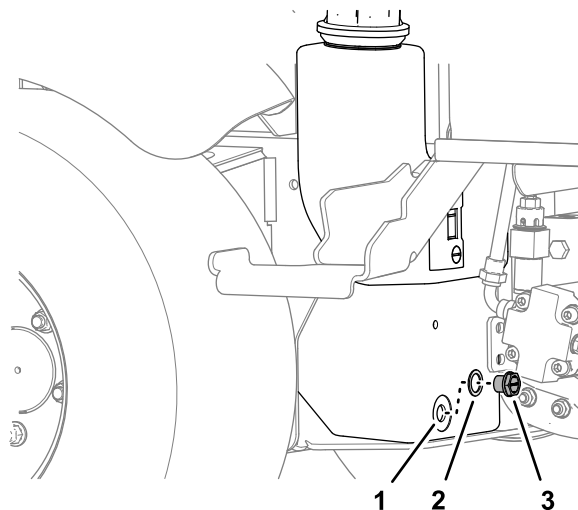

Figure 75
3. Placez un bac de vidange sous le réservoir hydraulique, retirez le bouchon de vidange du réservoir et vidangez tout le liquide hydraulique (Figure 75).